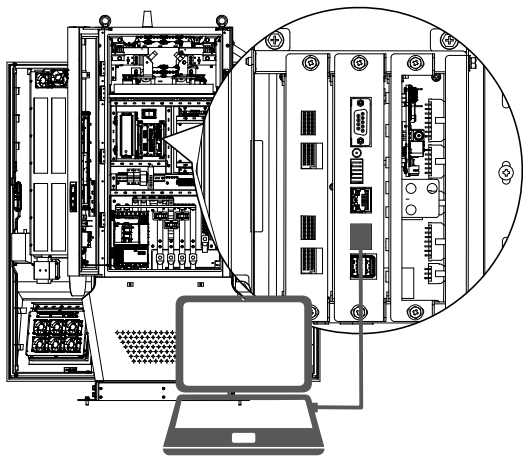

Figura 30. Port RJ-45
- Conectați un cablu RJ45. A se vedea Figura 30.